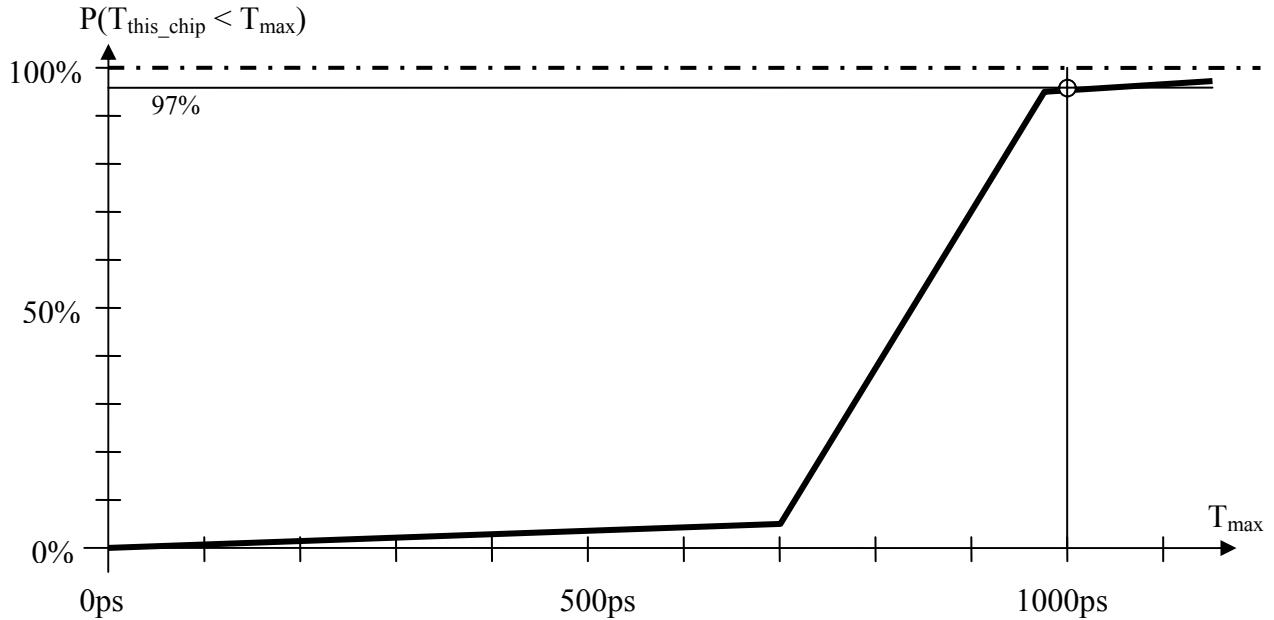

Abbildung 3.1
Gegeben sei ein CPU-Chip, der nominal bei 5V Versorgungsspannung, 25°C Umgebungs-temperatur und 1GHz arbeitet und dabei eine Die-Temperatur von 85°C erreicht. Abbildung 3.1 zeigt eine Näherung für die (kumulative) statistische Verteilung des Delays im kritischen Pfad, wie sie vom Hersteller ermittelt wurde. Wie man erkennt, ist das Design so ausgelegt, dass trotz der fertigungsbedingten Variationen 97% der gefertigten Chips funktionieren. Bei den restlichen 3% seien die Delays im kritischen Pfad (inklusive Setup/hold time) größer als die Periodendauer von 1000ps, sodass Probleme beim Timing auftreten. Diese Chips wurden beim Test ausgeschieden.
- Würde man den Chip um 25% höher takten – wie groß wäre dann der zulässige Delay? Wie hoch wäre damit nach Abbildung 3.1 der Prozentsatz der auszuscheidenden Chips?